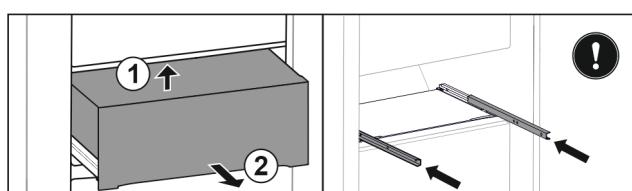

Fig. 99
- Ridicați sertarul de jos spate. Fig. 99 (1)
- Extragăți sertarul spre înainte. Fig. 99 (2)